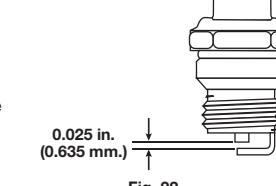

Fig. 22
- Cambie las bujías que estén rajadas, sucias o deterioradas. Fije la separación de aire a 0,635 mm (0,025 pulgadas) utilizando un calibrador (Fig. 22).